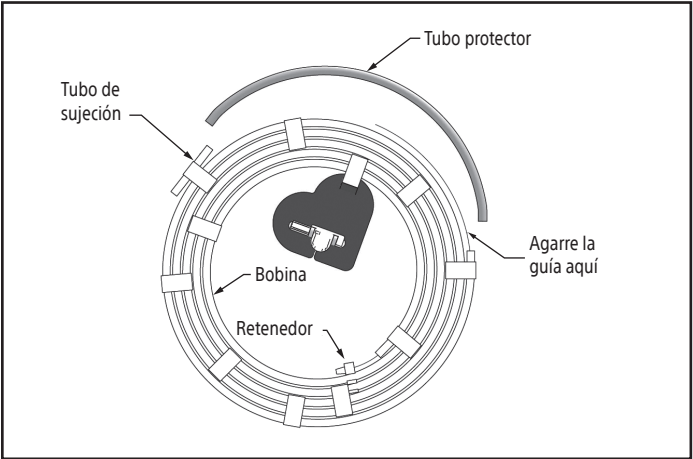

Figura 6.
**Nota:** La guía se puede sacar directamente del envase e introducir en el catéter guía (consulte la figura 6). Inspeccione la guía para comprobar que no esté dañada. No lo utilice si presenta daños.